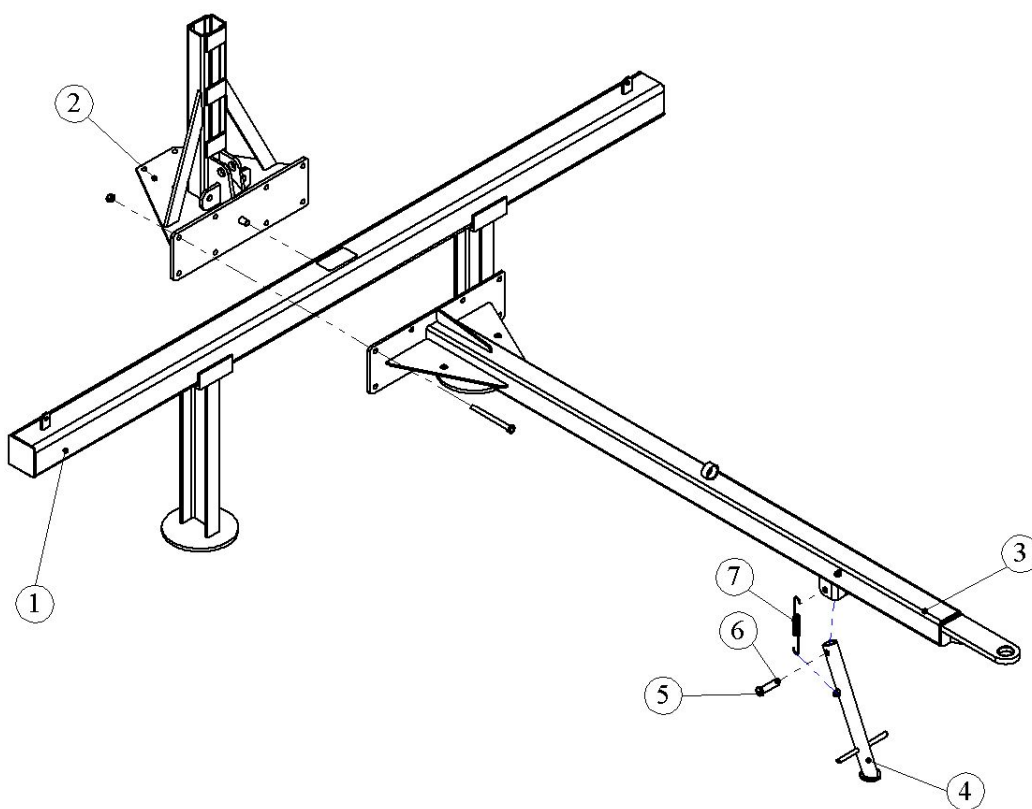

Рис. 4.1.1. Сборка основной балки ГПП-8
4.1.1. Установите балку (1) на опоры высотой примерно 450-500 мм (см. рис. 4.1.1) таким образом, чтобы установочные отверстия были сзади. Расстояние от края балки до опоры 600-650 мм (для удобства дальнейшей сборки).
3. Присоединить грабли к трактору и закрепить страховочную цепь на дышле за трактор. Поднять и закрепить опору (поз. 4, рис. 4.1.1) в транспортном положении.